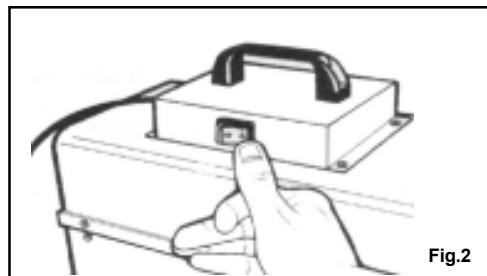

Fig.2
2. Zet de ventilator aan d.m.v de witte knop (zie afb. 2).